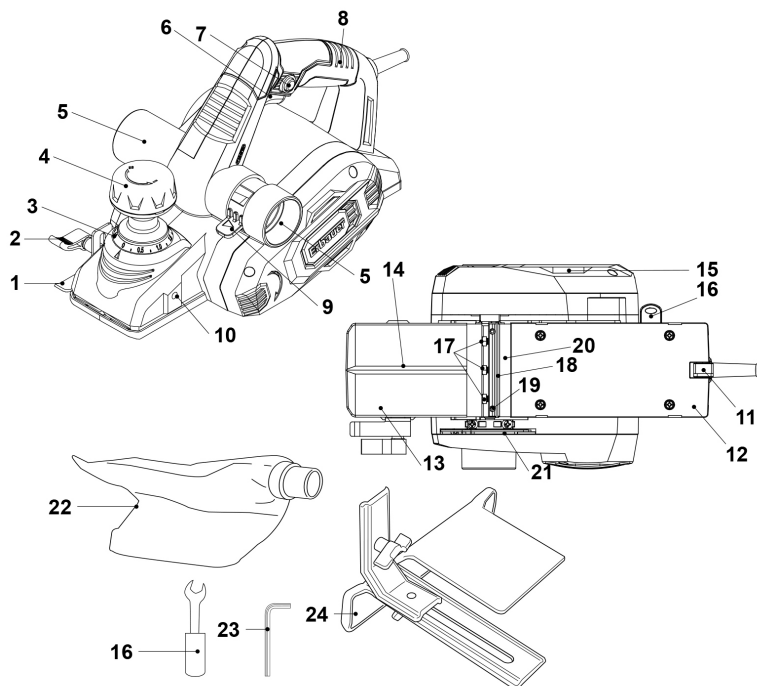
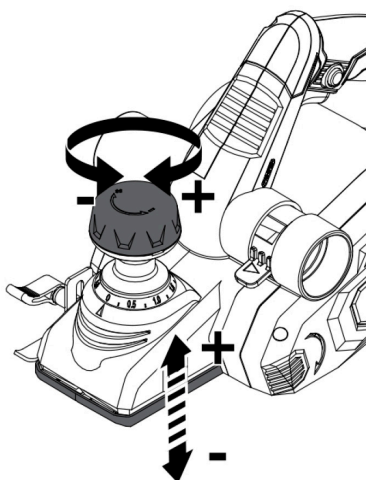

Рис.1
Рис. 6
Регулировка глубины строгания осуществляется за счет передней рукоятки с функцией регулировки глубины строгания (4) (Рис. 1). Настройте желаемую глубину строгания, вращая рукоятку (4). Глубину строгания можно отрегулировать в диапазоне от 0 до 4 мм (шаг регулировки – 0,25 мм). Значение на шкале рядом с указателем соответствует установленной глубине строгания в миллиметрах (Рис. 6).
ВНИМАНИЕ! Перед подключением инструмента к электрической сети убедитесь, что выключатель (6) свободно перемещается и после отпускания возвращается в выключенное положение. Проверьте исправность кнопки блокировки выключателя (7) (Рис. 1).
Если рубанок не будет использоваться в течение короткого периода времени, дождитесь полной остановки ножевого вала и установите рубанок на защитную подставку (11) (Рис. 1).
С помощью V-образного паз (14) можно обработать острую кромку заготовки, срезав ее под углом 45° (Рис. 1).